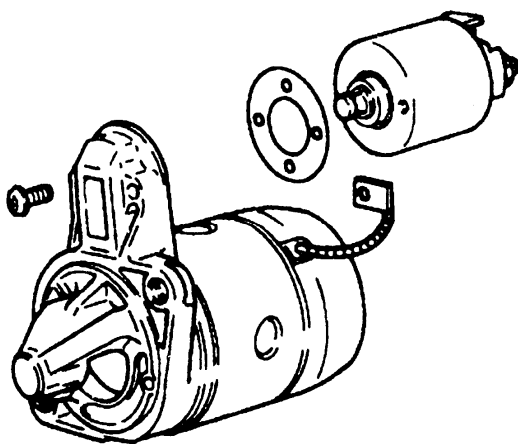

图 9-5
(5) 如果小齿轮间隙不在规定范围内，用增加电磁开关与前盖间的垫片的方法予以调整（见图 9-5）。